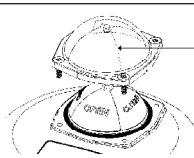

Fig. 7 : Démontage du capot de verre
- Retirez le capot de verre de l'indicateur de position 1, y compris la bague d'étanchéité, en desserrant les quatre vis de fixation (voir « Fig. 7 »).